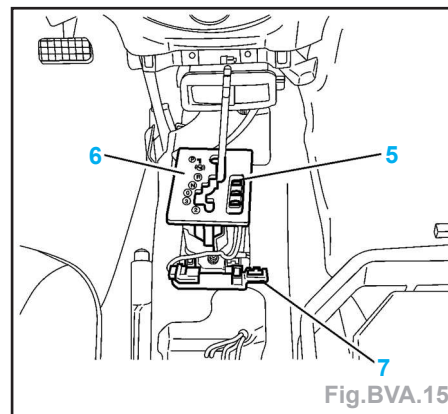

Fig. BVA.15
- Déposer (Fig. BVA.15) :
- le support du connecteur (7),
- les interrupteurs (5),
- la grille de sélection (6) (clippé).